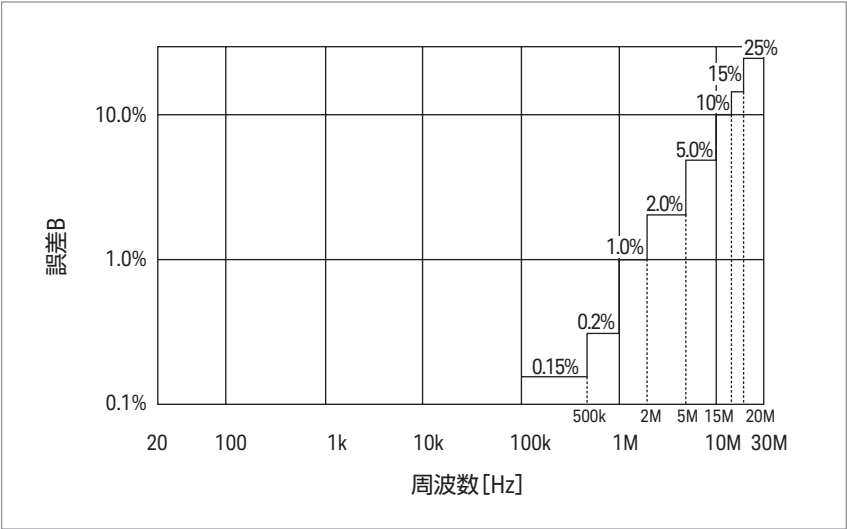

図41. 相対測定精度(補足データ)
- 誤差B： $\epsilon' = 1$ の場合。図41を参照